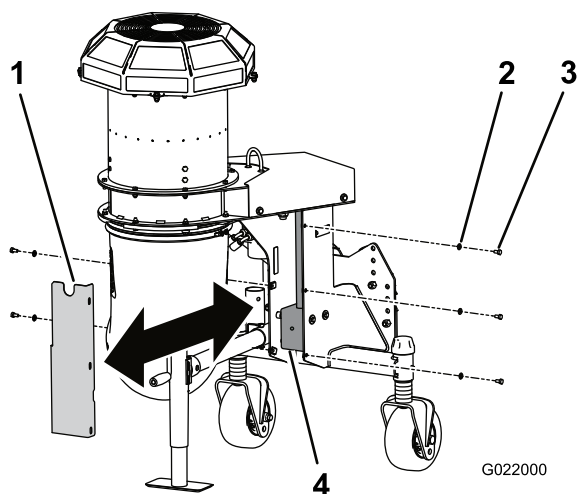

図 23
2. ギアケースのカバーをフロアに固定しているボルト5本とワッシャを外す 図 23。
3. カバーを外すと、フロアのギアケースがある 図 23。